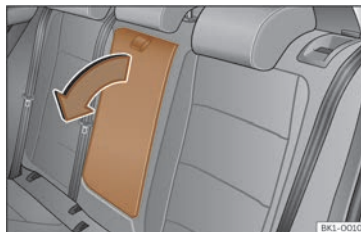

Fig. 76 Repousabrazos central traseiro abatible (representación esquemática).
- Para *baixar* o repousabrazos, tire do lazo no sentido da frecha >>> **fig. 76**.